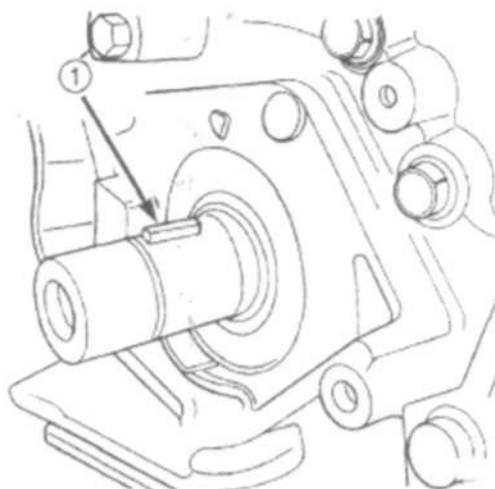

Рис. 83 Шпонка коленчатого вала
- (6) Снять шпонку коленчатого вала (Рис. 83).
- (6) Установить шпонку коленчатого вала (Рис. 83).